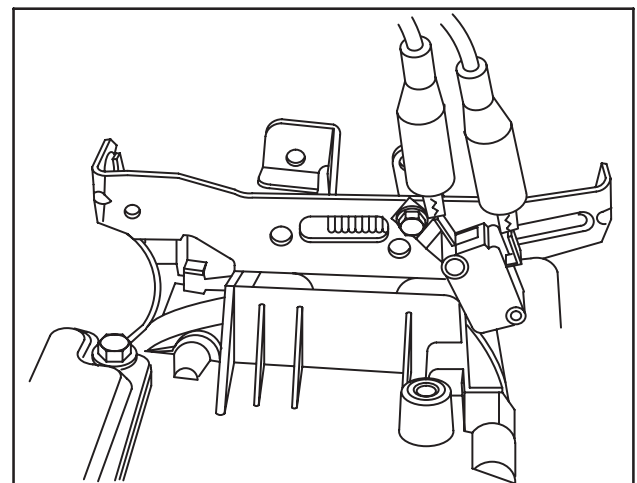

Fig. 15
3. Connecter les fils du contrôleur ou la lampe témoin aux bornes du contacteur, Fig. 15. Il ne doit pas y avoir de continuité.